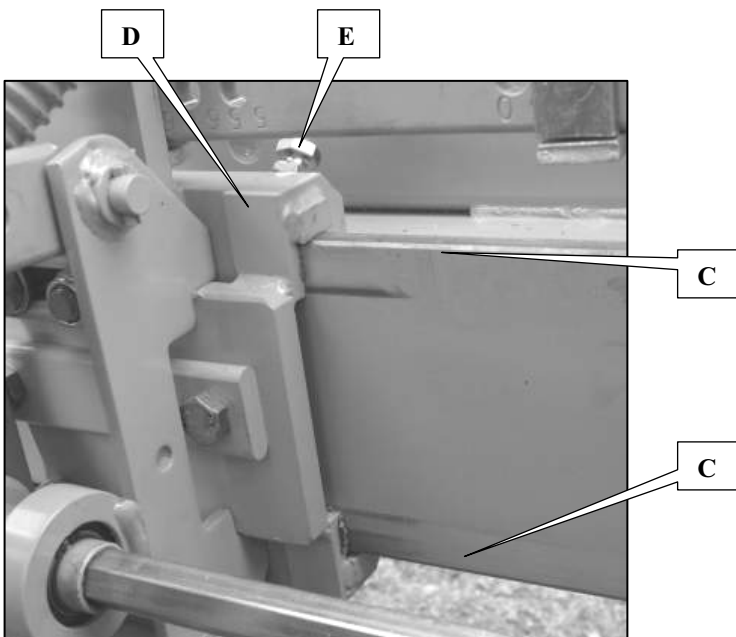

Fig. 2
- 1 - Smontare la trasmissione e il carter di trasmissione (C fig. 2).
- Les éléments n° 3 et 4 sont montés sur glissière (D fig. 2). Les guides de glissières sont maintenus en pression par les 2 vis (E fig. 2). Le couple de serrage ces 2 vis doit être de 1.2 à 1.5 N.m. Ne pas intervenir sur les 2 vis inférieures.
- Metering units 3 and 4 are mounted on runners (D fig. 2). The runner guides are kept under pressure by the 2 screws (E fig. 2). The torque of these 2 screws must be from 1.2 to 1.5 N.m. No adjustments should be made to the 2 lower screws.